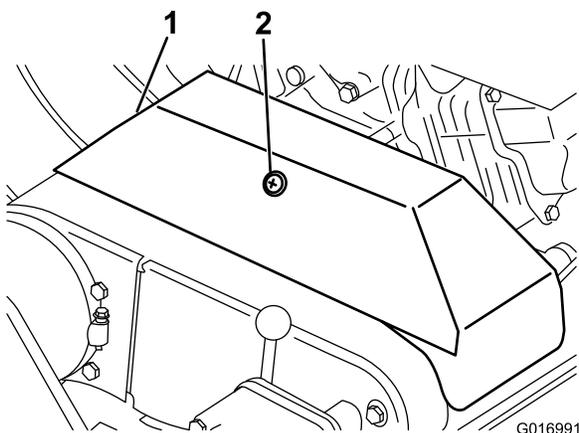

Рисунок 36
3. Выверните стопор, фиксирующий крышку клинового ремня, и откиньте крышку (Рисунок 36).